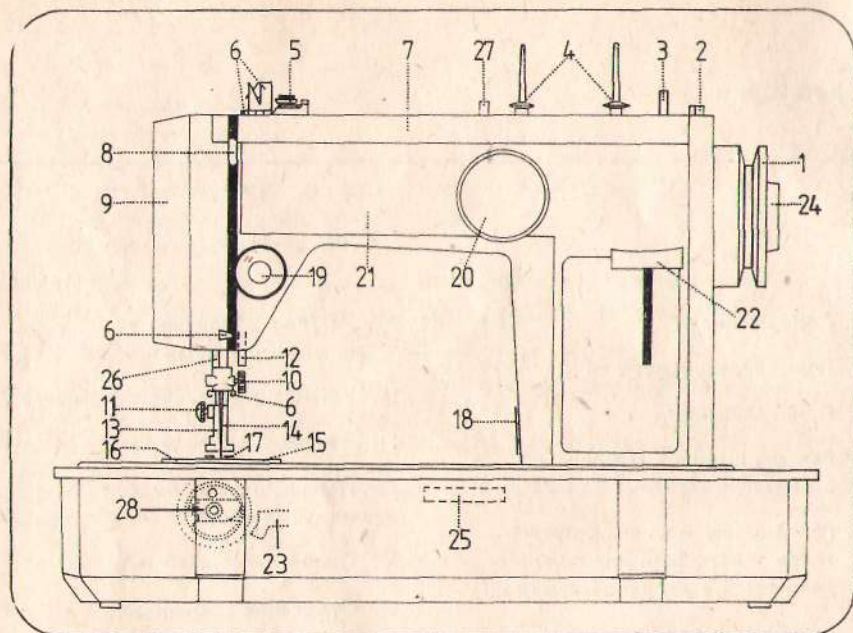

рис. 1
1. Наименование деталей (рис. 1)